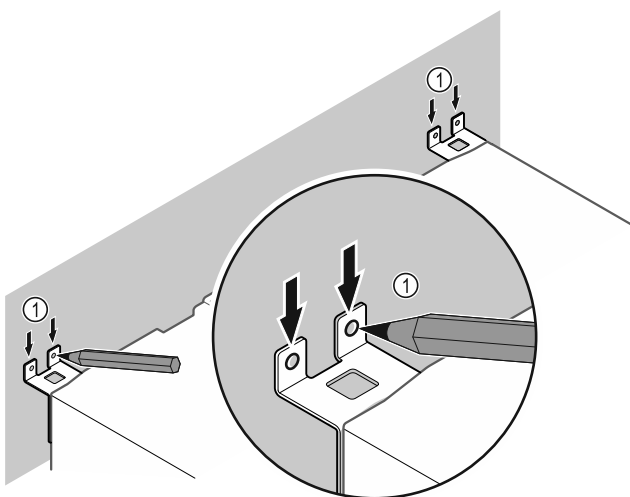

Fig. 9
- ▶ Wykonać zaznaczenia na ścianie Fig. 9 (1).